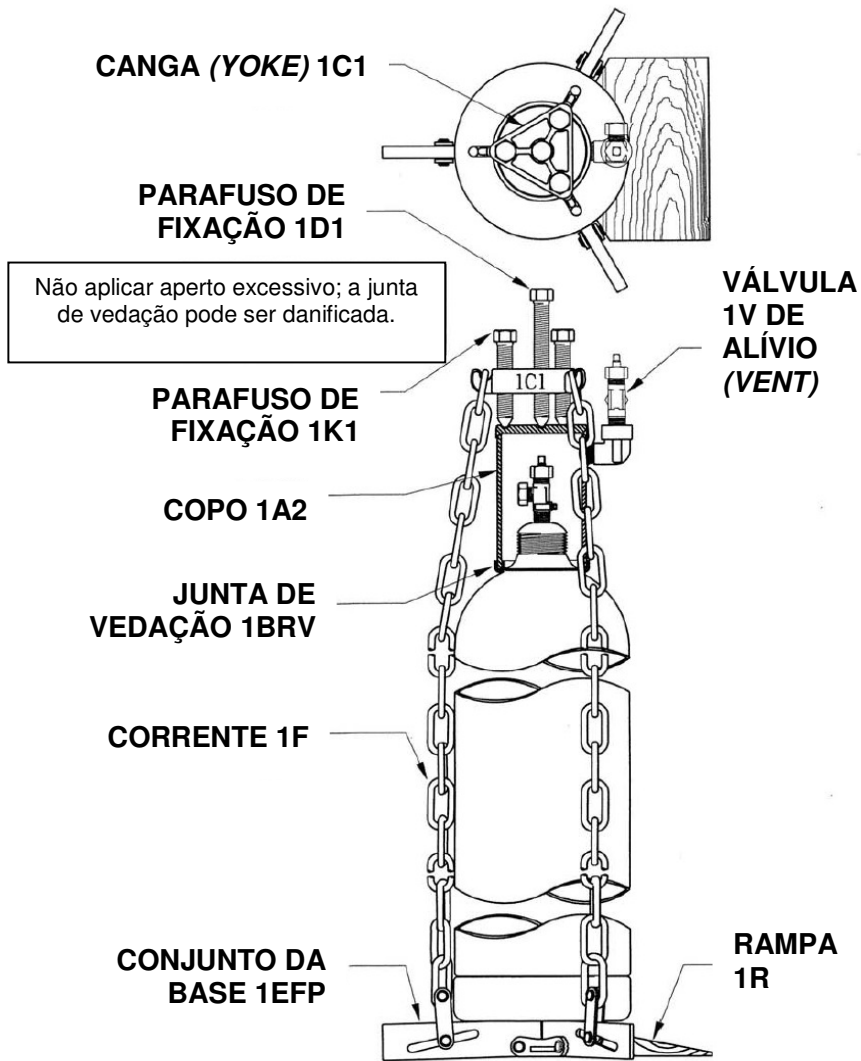

Fig. 4.1
- Se a ação não estancar o vazamento: aplicar o Dispositivo 1 – Montagem do Copo 1A2 na Válvula. Ver Seção 4 e Fig. 4.1 para instruções.
- B) Aplicar o Dispositivo 1 (Montagem do Copo 1A2 na Válvula). Ver Seção 4 e Fig. 4.1 para instruções.
- A) Introduzir o Pino Cônico menor A-3 (Fig. 3.5.1) no orifício da parte da válvula degolada que restou no cilindro, e aplicar o Dispositivo 1 (Montagem do Copo 1A2 na Válvula). Ver Seção 4 e Fig. 4.1 para instruções.
- A) Introduzir o Pino Cônico maior A-4 (Fig. 3.6.1) no orifício do cilindro para a válvula, e aplicar o Dispositivo 1 (Montagem do Copo 1A2 na Válvula). Ver Seção 4 e Fig. 4.1 para instruções.
- C) Se não for possível estancar o vazamento, retirar a garra 2C e aplicar o Dispositivo 1 – Montagem do Copo 1A2 da Válvula. Ver Seção 4 e Fig. 4.1 para instruções.
PASSOS – Ver Fig. 4.1	Equipamento
<p>Nota: Remover o capacete de proteção da válvula se estiver colocado. Posicionar o cilindro de modo que a válvula fique na posição mais alta.</p> <p>Se o vazamento é na rosca do bujão-fusível</p> <ol style="list-style-type: none"> Serrar o bujão-fusível de forma nivelada com a parede do corpo da válvula. Limar a superfície para alisa-la. Afrouxar o Parafuso de Fixação 2D e colocar A Garra 2C sobre o bujão-fusível. <p align="center">Nota: Não é necessário remover a tampa (cap) da saída da válvula</p> Colocar a Junta de Vedação 2BB entre o vazamento do bujão-fusível e o Bloco 2A. Apertar o Parafuso de Fixação 2D até interromper o vazamento Testar quanto a vazamentos. Apertar mais o Parafuso de Fixação 2D, se for necessário. <p>Se o vazamento é no material fusível</p> <ol style="list-style-type: none"> Se a face do bujão-fusível está muito danificada por escavações ou corroído, serrar o bujão-fusível de forma nivelada com o corpo da válvula. Limar a superfície para alisa-la. <p>Nota: Algumas válvulas possuem o metal fusível vertido (fundido) diretamente no corpo da válvula. Nestes casos, é preciso certificar que a superfície de fixação da junta de vedação está limpa e livre de corrosão por alvéolos (pittings).</p> Afrouxar o Parafuso de Fixação 2D e colocar a Garra 2C sobre o vazamento na válvula. <p align="center">Nota: Se necessário remover a tampa (cap) da saída da válvula</p> Colocar a Junta de Vedação 2BB entre o vazamento do bujão-fusível e o Bloco 2A. Apertar o Parafuso de Fixação 2D até interromper o vazamento Testar quanto a vazamentos. Apertar mais o Parafuso de Fixação 2D, se for necessário. <p>Nota: Os vazamentos acima examinados também podem ser corrigidos pela aplicação do Dispositivo 1 (Montagem do Copo 1A2 na Válvula). Ver Seção 4 e Fig. 4.1 para instruções.</p>	<p>Serra de Metais A-2 Lima A-14</p> <p>Chave 200A e Garra 2C</p> <p>Junta de Vedação 2BB</p> <p>Chave 200A</p> <p>Chave 200A</p> <p>Serra de Metais A-2 Lima A-14</p> <p>Chave 200A e Garra 2C</p> <p>Junta de Vedação 2BB</p> <p>Chave 200A</p> <p>Chave 200A</p>